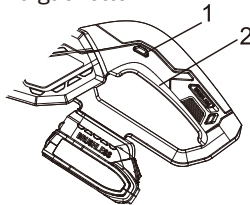

Fig. 11
1. Appuyez sur le bouton de verrouillage (1) (Fig. 11).
2. Tout en appuyant sur le bouton de verrouillage, enfoncez la gâchette (2).
3. Tournez la tête du coupe-herbe de façon à ce que le fil soit orienté vers l'opposé de votre corps et que les roues de taille-bordures soient abaissées (Fig. 11).